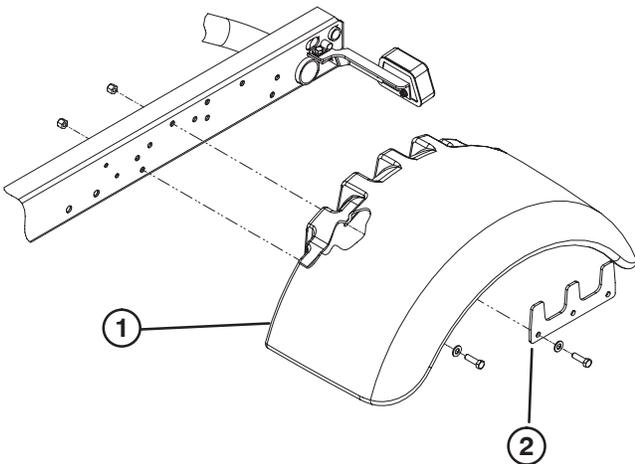

Bild 2
4. Befestigen Sie eine Stoßstange lose mit einer Stützplatte an jeder Seite des Rahmens, (fünf) 3/8–16 x 1,25 Zoll langen Schrauben, Scheiben mit einem Innendurchmesser von 0,406 Zoll und vier Sicherungsmuttern, siehe Bild 2. Jede hintere Kopfschraube kann mit der vorhandenen Schweißmutter befestigt werden.